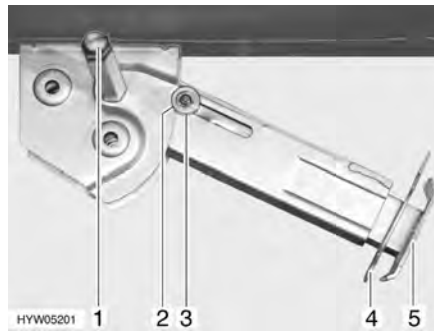

Fig. 22 Apoyo de elevación
- Colocar la llave de vaso en el hexágono (Fig. 22,1) y girarla hasta que el apoyo de elevación quede verticalmente hacia abajo.
- Extraer la clavija hendida (Fig. 22,4) de la prolongación del pie de apoyo (Fig. 22,5).
- Colocar la llave de vaso en el hexágono (Fig. 22,1) y girarla hasta que el apoyo de elevación esté de nuevo libre del suelo.
- Introducir totalmente la prolongación del pie de apoyo (Fig. 22,5) e introducir la clavija hendida (Fig. 22,4) en el orificio previsto para ello que hay en la prolongación del pie de apoyo.
- Girar con la llave de vaso en el hexágono (Fig. 22,1) hasta que el apoyo de elevación bascule hacia arriba y la arandela de guía (Fig. 22,3) esté totalmente introducida en la entalladura (Fig. 22,2).